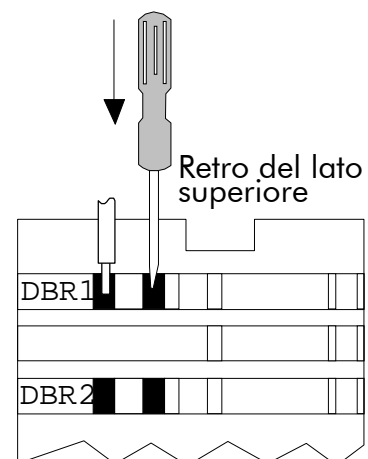

Figura 4.2
- Inserire un cacciavite a taglio (max 3.5 mm) nel foro come da figura 4.2